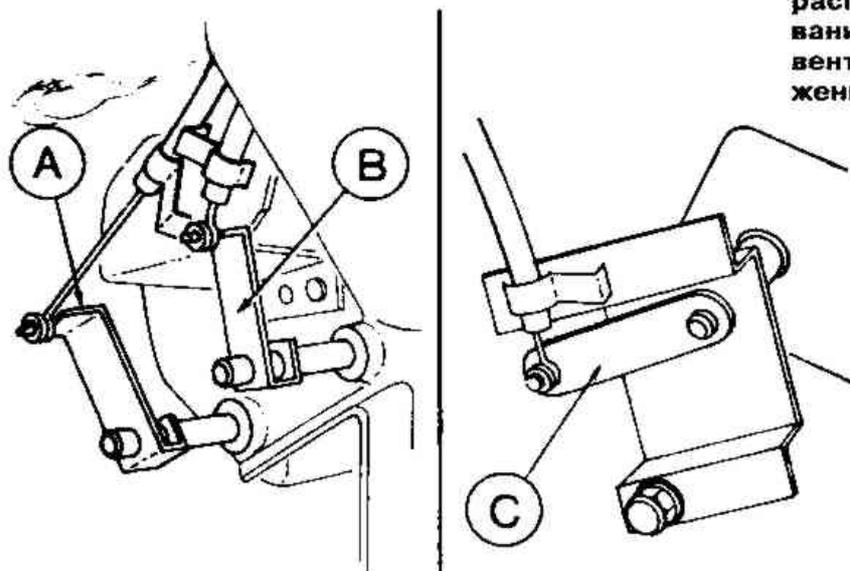

Рис.12.27. Установите клапан воздухозаборника (А), клапан распределения воздуха (В) и клапан регулирования температуры (С) в указанные положения (Разд.30)
6. Чтобы отрегулировать тросы управления, установите верхние рычажки управления отопителя примерно в 2 мм от упоров и, вытянув выключатель нагнетателя к себе, зафиксируйте его в положении "vent" (вентиляция) (Рис.12.26). Установите заслонки отопителя в крайние положения и закрепите оболочки тросов пружинными зажимами (Рис.12.27).